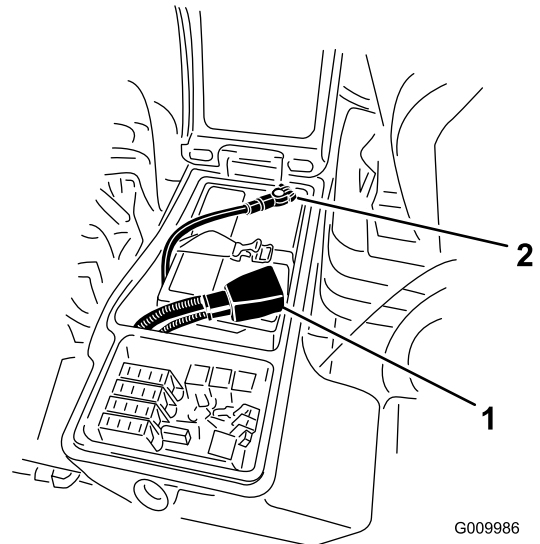

Figura 92
3. Retire el cable negativo (negro) del terminal negativo (-) y el cable positivo (rojo) del terminal positivo (+) de la batería (Figura 92).
6. Conecte el cable positivo (rojo) al borne positivo (+) y el cable negativo (negro) al borne negativo (-) de la batería (Figura 92).